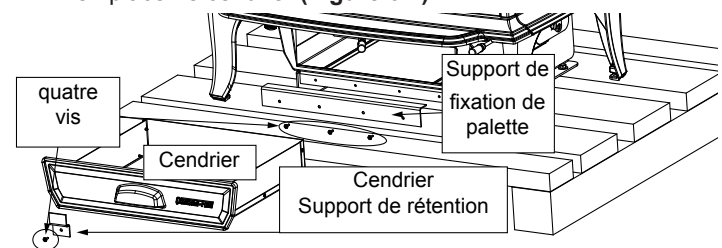

Figure 6.1
2. À l'aide d'un tournevis cruciforme, retirez et jetez les 4 vis et le support de rétention de cendrier de l'avant de l'appareil (**Figure 6.1**).
3. Retirer le bac à cendres et mettre de côté (**Figure 6.1**).
4. Retirer et jeter le support de fixation de la palette (**Figure 6.1**).
7. Remplacer le cendrier (**Figure 6.1**).